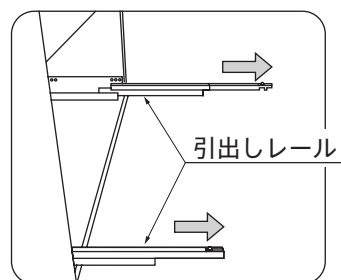

図2
- ・引出しレールの上に引出しを乗せてください。（図2）
※中仕切りとレールの左右のA幅を揃えてください。(図2参照)
- ・ギャラリーレールにクロスギャラリーを取付けます。(図2、図3)